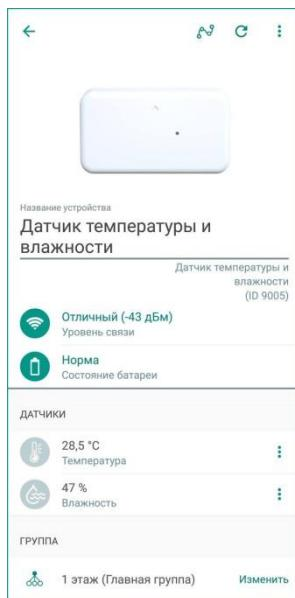

Рисунок 11.1 – Экран настройки датчика
- В приложении на экране настройки датчика (в строке *Уровень связи*, см. рисунок 11.1).
Экран настройки датчика (см. рисунок 11.1) позволяет посмотреть:
Текущие параметры работы отображаются на экране настройки датчика (см. рисунок 11.1):
- Откройте экран настройки датчика в приложении (см. рисунок 11.1).
- 1) Откройте экран настройки датчика в приложении (см. рисунок 11.1).